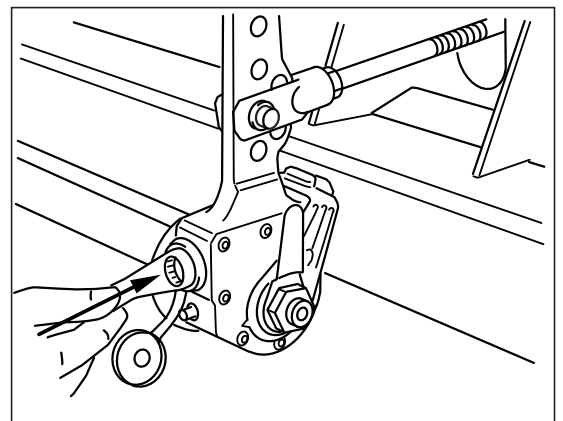

図 .8-1-2
- ① カムシャフトのスプラインにモリコート Cu-7439 プラスを塗布する。オートマチックスラックアジャスターをカムシャフトに挿入し、ワッシャー (6) とブレーキライニング摩耗インジケーター(4) が垂直上向きになるように取り付ける。新しいロックナット (5) でトルク 80Nm で締め付ける。キャップ (3) を外してメガネスパナ (矢印) でクラッチを押し下げながら左右に回してスラックアジャスターの穴とヨークの円穴又は長溝のエンドと合わせる。ピンを挿入して割ピンで止める。(図8-1-2)
- ④トラクタと連結してブレーキ操作を10回程度繰り返して、ブレーキチャンバーのロッドのストロークが60mmを超えないことを確認する。
- ☞ ブレーキチャンバー、カムシャフト又はオートマチックスラックアジャスターを交換した後は必ず図8-1-2、8-1-3の調整を行うこと。